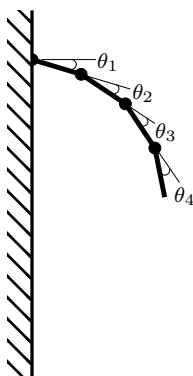

Figura 2: Sistema mecânico.
2. Um sistema mecânico é constituído de quatro segmentos, todos com comprimento L , unidos entre si e a uma parede por articulações (veja Figura 2). O momento em cada articulação é proporcional à deflexão com constante de proporcionalidade κ . Os segmentos são feitos de material homogêneo de peso P . A condição de equilíbrio pode ser expressa em termos dos ângulos $\theta_1, \theta_2, \theta_3$ e θ_4 conforme: